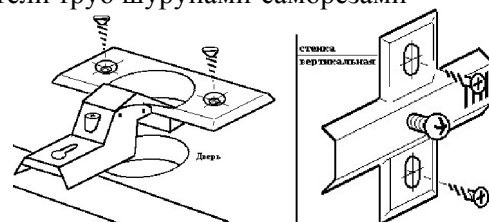

Рис. 5 - Схема установки петель.
4. Крепление петель. Прикрепить петли на двери (14,15) и платы на бруски вертикальные (12,13) изнутри шкафа (Рис.5) шурупами-саморезами 4x16мм. Навесить двери, закрепив петли на платах. Отрегулировать крепление дверей по зазорам. Закрепить ручки на двери шурупами-саморезами 4x35мм.
5. Внутри шкафа в отверстия для полок $\varnothing 5$ мм вставьте полкодержатели и установите полки. Установить полкодержатели с силиконовыми наконечниками в крышку (1) и щит гориз. нижний (2) (для стопора дверей).
6. Установить в стенку вертикальную (3) и перегородку (5) держатели труб шурупами-саморезами 3,5x16мм, в держатели - трубу овальную.